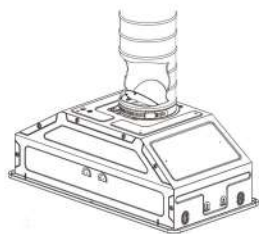

Рис. 2
1. В данном режиме загрязненный воздух выводится наружу через гибкий трубопровод, подсоединенный к соединительному кольцу. Диаметр отводной трубы должен соответствовать диаметру соединительного кольца. (Рис. 2)